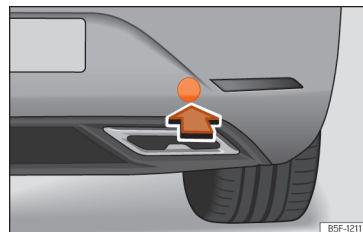

Рис. 219 Кришка на правому боці заднього бампера
Нарізний отвір для буксирувального вушка розташований на правому боці заднього бампера за кришкою »» **рис. 219.**
- Натисніть на нижній край кришки » **рис. 219**.